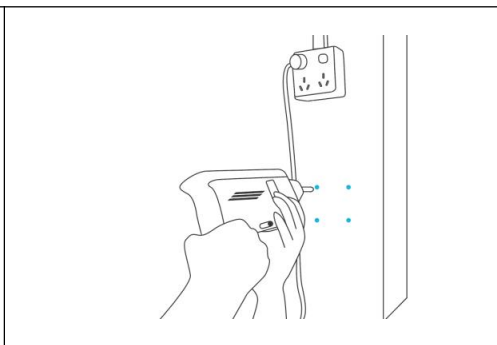

Figura 4 .
4. Praticare quattro fori nei punti indicati. Assicurarsi che l'area di montaggio sia strutturalmente solida e priva di ostacoli. Vedere la Figura 4 .